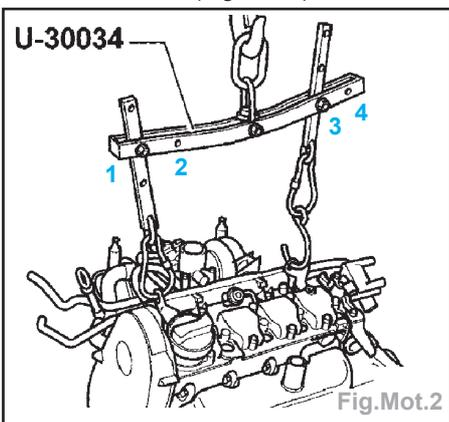

Fig.Mot.2
- Accrocher le dispositif de suspension U-30034 et soulever légèrement avec la chèvre d'atelier (Fig.Mot.2).
- Accrocher le dispositif de suspension U-30034 et soulever légèrement à l'aide de la grue d'atelier (Fig.Mot.2).